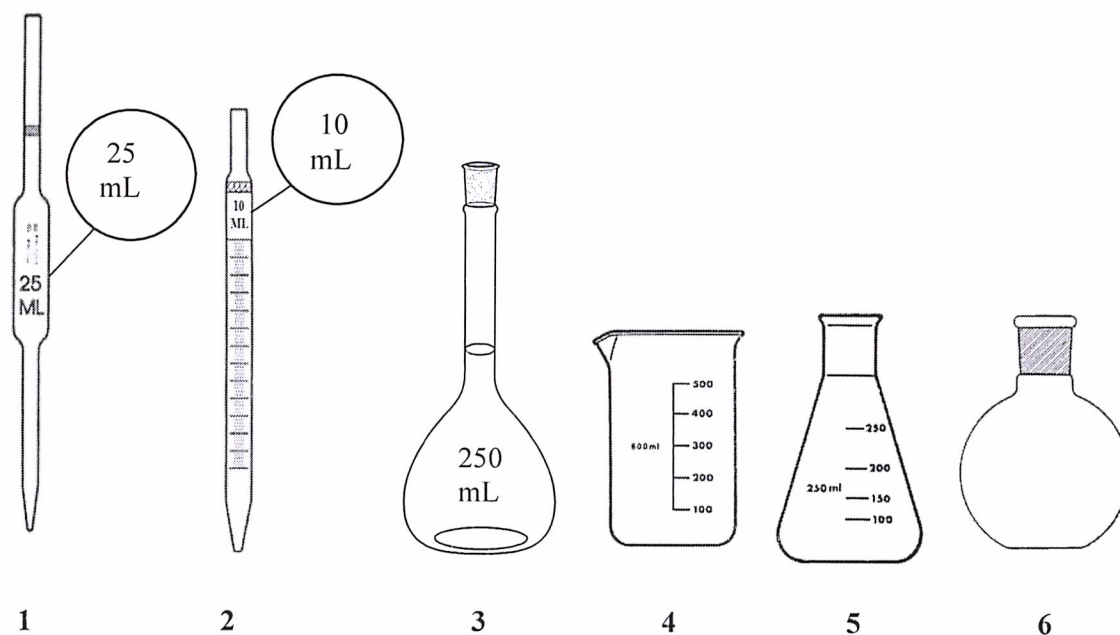

Figura 1. Vidrarias de uso em laboratório.
Complete os espaços indicados a seguir observando as vidrarias apresentadas na Figura 1. Mostre os cálculos de forma clara no espaço indicado.
b) Complete o quadro abaixo escrevendo os nomes corretos das vidrarias 1-6 apresentadas na Figura 1.